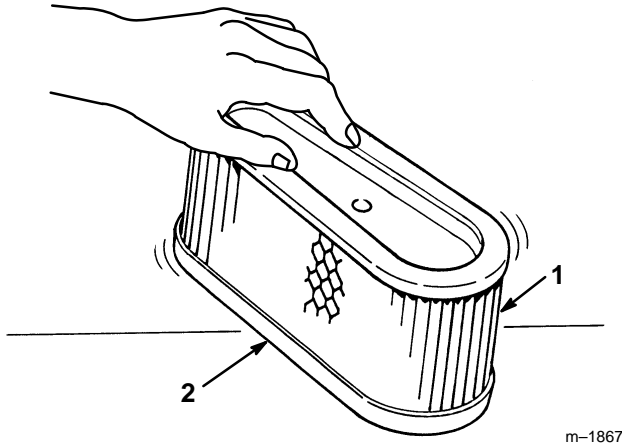

Abbildung 29
- A. Den Einsatz leicht auf eine flache Oberfläche klopfen, um Staub und Schmutz zu beseitigen (Abb. 29).